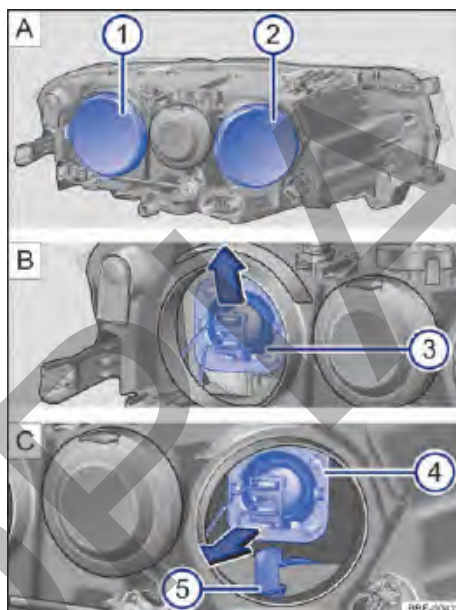

Fig. 204 En el compartimento del motor: ① farol bajo y ② farol alto y luz de posición.
- ① Observar la lista de control y ejecutar las acciones → pág. 267.
- ② Abrir la tapa del compartimento del motor ⚠ → pág. 285. ▶
- ③ Desmontar la respectiva cubierta de goma → fig. 204 A ① e ② en la parte trasera del faro.
- ④ **Luz de cruce:** presione la lámpara incandescente por el portalámparas hacia abajo hasta desencajarla → fig. 204 ③. Retirar la bombilla tirándola hacia atrás.
Luz de carretera: presione la lámpara incandescente por el portalámparas hacia arriba hasta desencajarla → fig. 204 ④. Retirar la bombilla tirándola hacia atrás.
Intermitentes: retire el portalámpara con la lámpara incandescente tirando de hacia atrás → fig. 204 ⑤.
- ⑤ Cambiar la bombilla quemada por una bombilla nueva del mismo modelo.
- ⑥ **Luz de cruce:** encajar la lámpara con el conector en la apertura del faro y presionarla hacia adentro hasta que se trabase firmemente → fig. 204 ③. La saliente de la bombilla debe estar orientada hacia arriba y se debe montar en el encaje del reflector del farol.
Luz de carretera: encajar la lámpara con el conector en la apertura del faro y presionarla hacia adentro hasta que se trabase firmemente → fig. 204 ④. La saliente de la bombilla debe estar orientada hacia abajo y se debe montar en el encaje del reflector del farol.
Intermitentes: insertar el portalámpara con la lámpara incandescente en el faro hasta el tope → fig. 204 ⑤
- ⑦ Montar la cubierta de goma correspondiente
- ⑧ Cerrar la tapa del compartimento del motor → pág. 285.
- ⑨ Después de montar la lámpara nueva, regular la intensidad del farol.